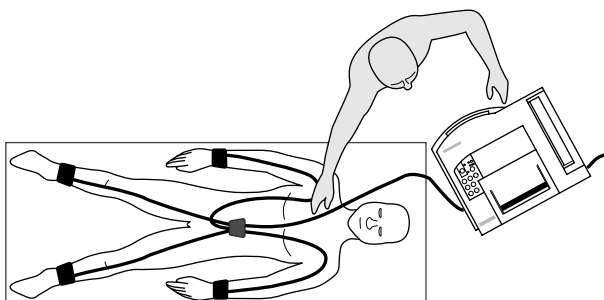

Bild 3-2. Anordnung von Gerät und Patientenliege
- Eine zweckmäßige Anordnung von Patientenliege und Gerät zeigt Bild 3-2. Der Patient wird nicht irritiert und liegt in Blickfeld und Reichweite des Bedienenden. Patientenleitung und Geräteanschußleitung verlaufen **nicht** parallel (wichtig für störungsfreien Betrieb).